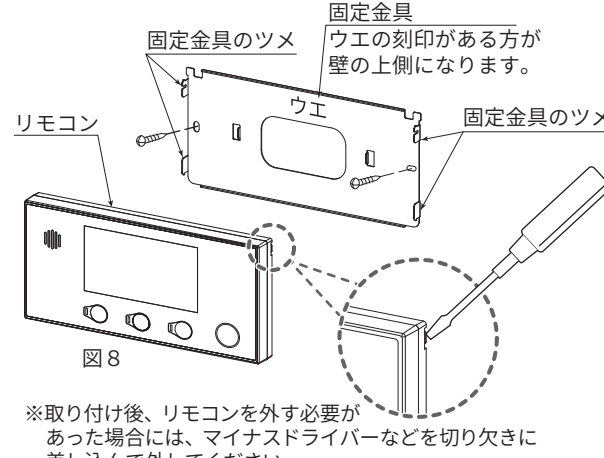

図8
3. 固定金具を付属の＋ナベタッピンねじ2本で壁に水平になるように固定してください。（図8）（締め過ぎに注意してください。ドライバーで必ず手回しして締め、インパクトドライバーや電気ドライバーは使用しないでください。）